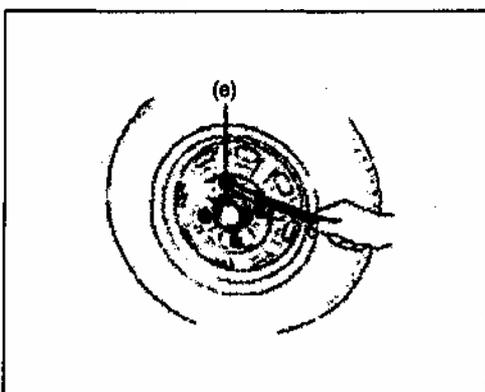

Рис. 534
- 8) Установите колеса и затяните гайки колес требуемым моментом (Рис. 534)